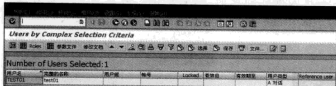

图 14-27 按权限查询结果
STEP 2 输入权限代码，然后单击“”按钮。这里以刚才创建的“ROLE_MM_01”权限为例，运行后可以看到该权限仅分配给了 TEST01 这个用户，如图 14-27 所示。